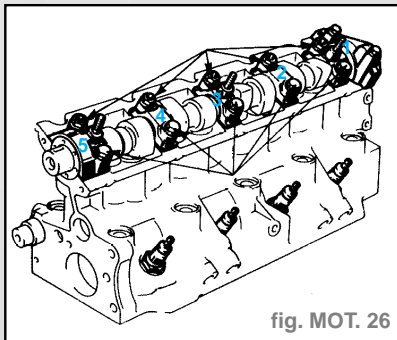

fig. MOT. 26
- Déposer les paliers d'arbre(s) à cames (fig. MOT. 26).